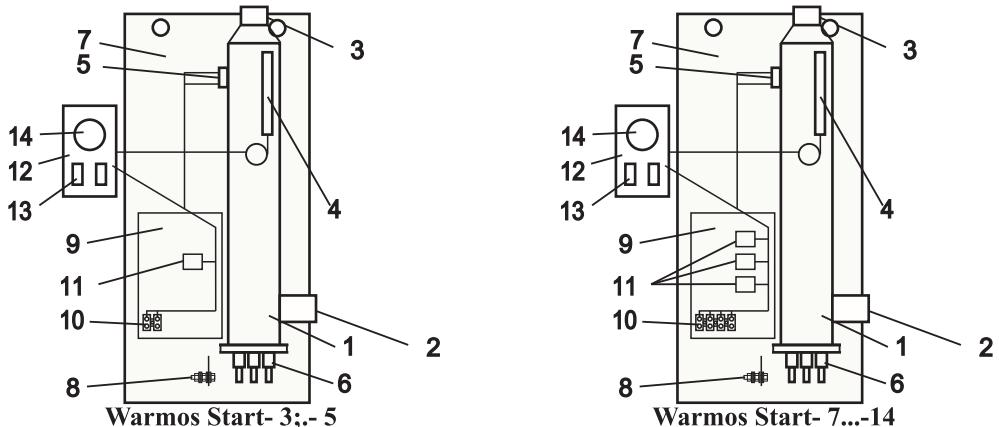

Рисунок 2 (кожух не показан)
4.3 Приборы Warmos Start в соответствии с рис. 2 состоят из следующих основных частей:
- котла (1) с входным (2) и выходным (3) патрубками G1 наружн., датчиком терморегулятора (4), аварийным самовозвратным термовыключателем (5), отключающим прибор при 92°C , и блоком ТЭНов (6);
- панели задней (7), с размещенным на ней зажимом заземления (8) для подключения защитного проводника РЕ;
- панели установочной (9) с размещенными на ней: зажимом винтовым (10), служащим для подключения внешнего силового кабеля; реле коммутации (11)
- панели управления (12), с расположенными на ней выключателями ступеней мощности (13) и терморегулятором (14), служащим для установки температуры нагрева теплоносителя.